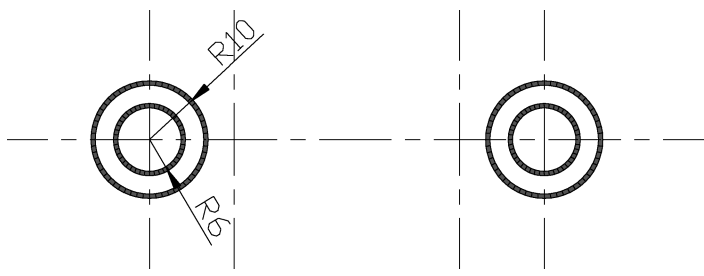

图 3-75 绘制螺栓孔
4) 将“轮廓线”图层置为当前，并在功能区单击“常用”选项卡→“绘图”面板→“圆”按钮，并使用“圆心、半径”方式绘制螺栓孔圆形，外圆半径为 8，内圆半径为 6，如图 3-75 所示。